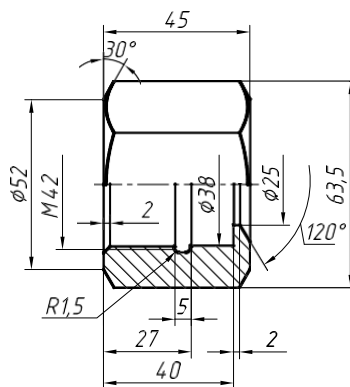

Рисунок 6.1 – Гайка накладная
- Используя инструменты **Фаска** и **Сопряжение** создайте все необходимые фаски и скругления по размерам рис. 6.1.